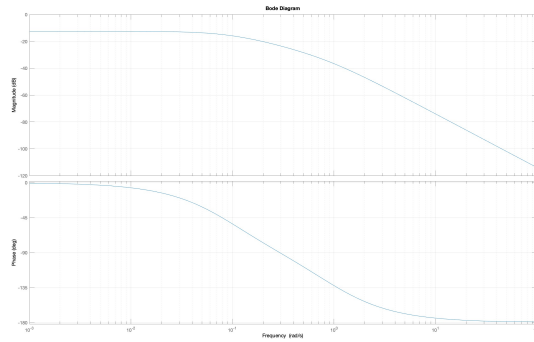

Figura 1: Diagramma di Bode della funzione di trasferimento $G(s)$
Dunque il sistema linearizzato (6) è caratterizzato dalla funzione di trasferimento (8) con 2 poli $p_1 = -0.9054$, $p_2 = -0.0936$ e nessuno zero. In Figura 1 mostriamo il corrispondente diagramma di Bode.